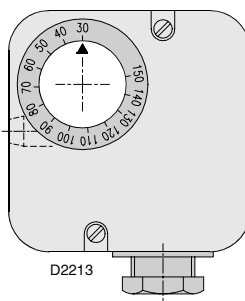

Fig. 22
- regolare il pressostato gas di massima (Fig. 22), posto sulla valvola a farfalla, a fine scala;